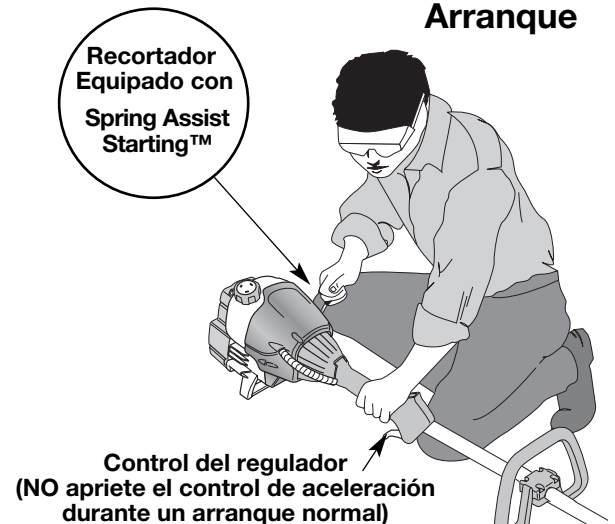

Fig. 8
**ADVERTENCIA:** Evite los arranques accidentales. Colóquese en posición de inicio cuando tire de la cuerda de arranque (Fig. 8). El operador y la unidad deben estar en una posición estable al arrancar la unidad para evitar graves lesiones personales. Compruebe que cualquier complemento usado se instale correctamente y que esté seguro, antes de poner en marcha la unidad.
4. Colóquese en la posición de arranque y **no apriete el control de aceleración** (Fig. 8). Hale el cordón de arranque con un **movimiento controlado y uniforme** hasta que el motor trate de arrancar. Repita hasta que el motor arranque.